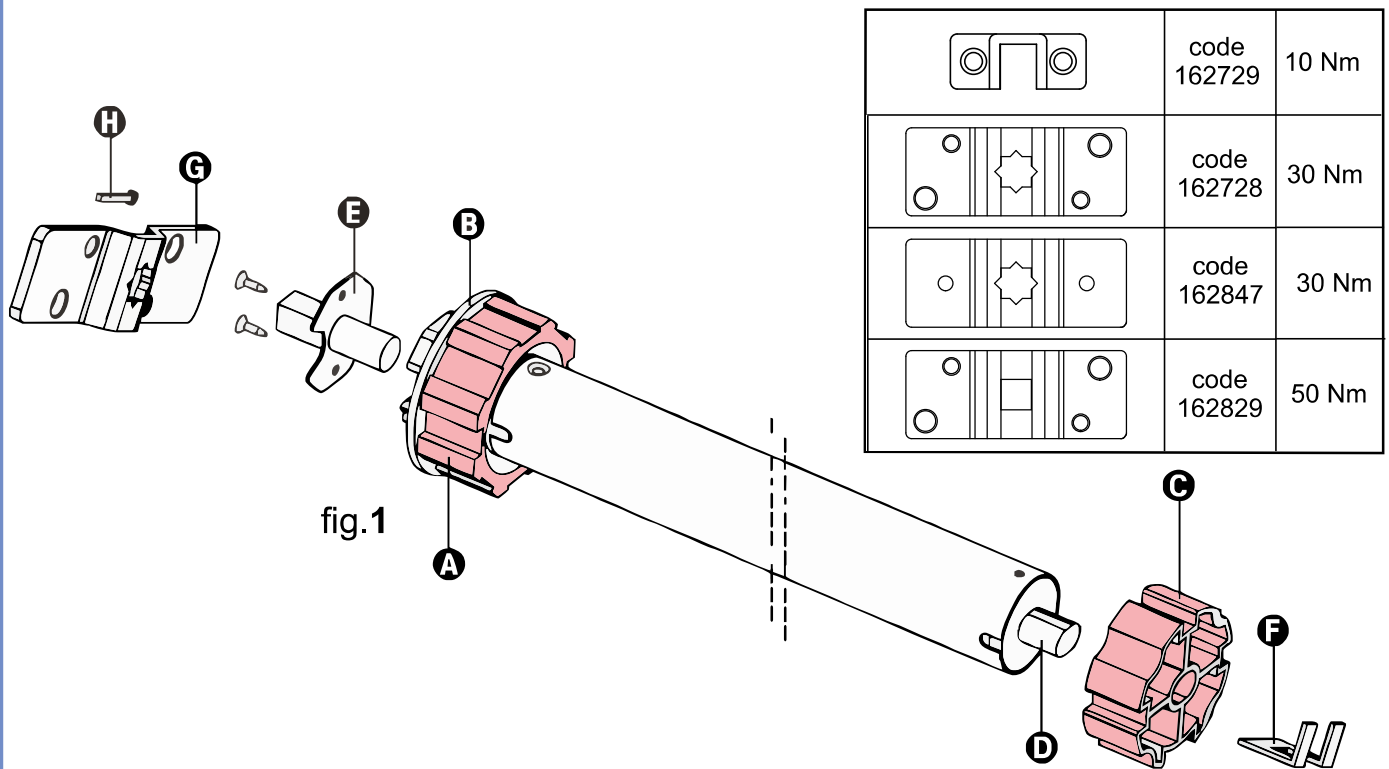

fig.1
3. Insérer la couronne **A** sur le collier **B** du fin de course (fig.1)